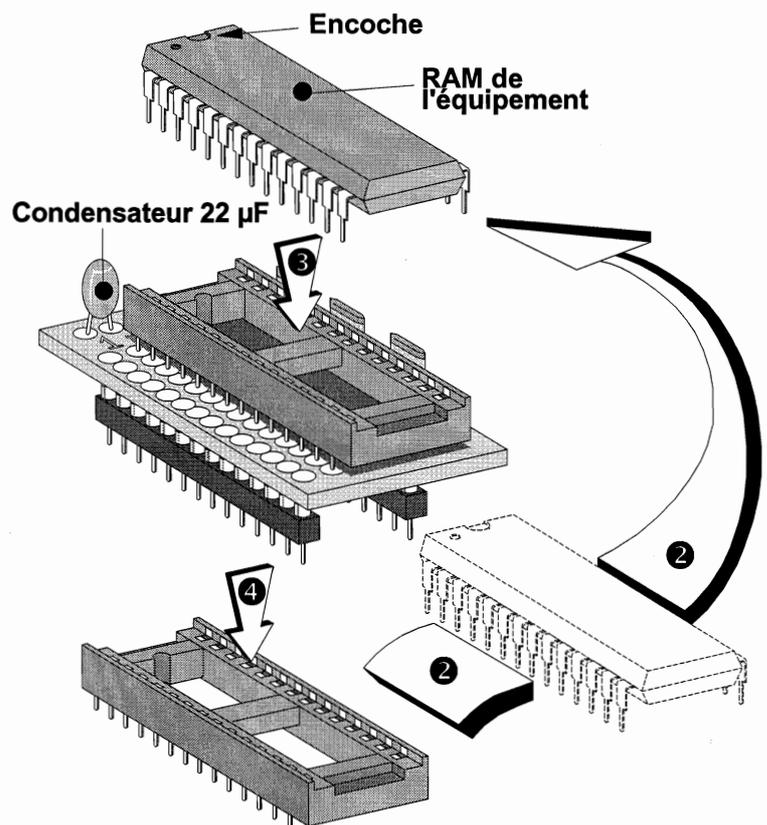

Figure 3 Série 191 : insertion de la plate-forme RAM (Ref. P113)
- ❺ Répétez les étapes ❷ à ❹ pour le boîtier **RAM** et la plate-forme **P113** en vous aidant de la figure 3, page ci-contre. Soyez encore plus prudent pour dégager le boîtier mémoire de son support et le réinsérer sur la plate-forme car le nombre de broches est plus élevé ce qui augmente le risque d'en plier ou d'en casser une.
Comme le montrent les figures 3 et 1 l'**encoche du boîtier RAM** doit être dirigée **vers le gros condensateur** câblée sur la plate-forme, c'est-à-dire **vers le haut**.